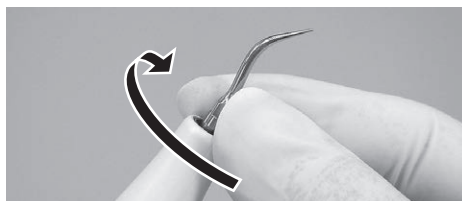

図13
- 1) チップは最初手で軽くしまるまでねじ込みます。(図 13)